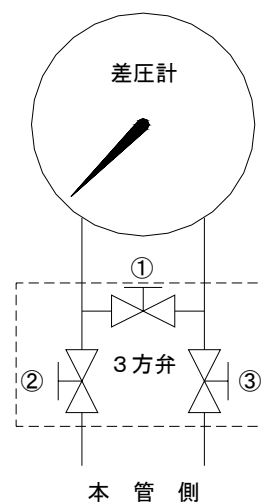

図 4-1
- (1) 図 4-1 のバルブ①、②、③は予め閉じておきます。
- (2) バルブ①を開きます。
- (3) バルブ②を徐々に開きます。この時、指針が目盛範囲を超えないよう、徐々にバルブを開きます。
- (4) 指針が0で安定したらバルブ①を閉じます。
- (5) バルブ③を徐々に開きます。